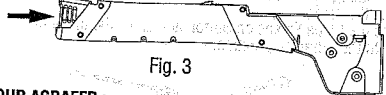

Fig. 3
3. Enfoncez la glissière comme montré dans la fig. 3 en vous assurant d'enclencher le loquet.